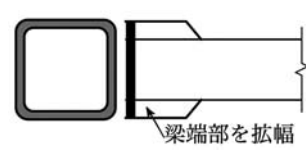

図4 梁端部拡幅工法
脆性破断は、欠陥などの歪集中域に発生した延性亀裂が起点となり脆性亀裂に転移して急激に破断する現象と言われている。溶接によって発生する様々な欠陥は歪集中源になる。高靱性化されたS N鋼によって脆性破壊発生条件の③に対応したことになる。しかし、繰返し塑性変形を受けると低靱性化するので、その対策として図4の拡幅工法が